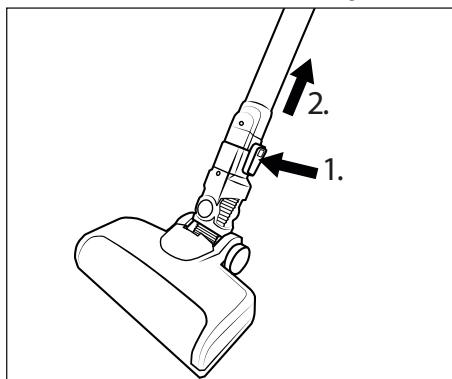

Fig. 12
- ◆ Pour retirer la brosse de sol **22** du tube d'aspiration **24**, maintenez la touche de déverrouillage de la brosse de sol **23** enfoncée et retirez le tube d'aspiration **24** de la brosse de sol **22** (voir figure 12).